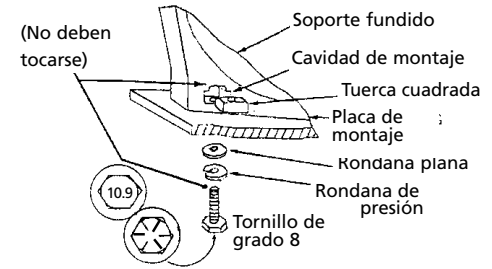

Figura 9
3. Use solamente tuercas cuadradas en la pieza fundida para la instalación. (Vea la Figura 9)
3. Conecte el cable largo codificado amarillo y el cable de tierra del paquete del solenoide a la caja del motor. Monte el cabrestante a la base del juego de montaje o al montaje que usted destinó para el efecto (ver la Figura 9).
PRECAUCIÓN El extremo de los tornillos de montaje no debe tocar el lado opuesto de las cavidades de montaje del soporte fundido (ver la Figura 9).
ADVERTENCIA No sustituya por tornillos de grado más débil que Grado 8 de SAE (ISO 10.9). La marca de grado se encuentra en la cabeza del tornillo y se muestra en la Figura 9.